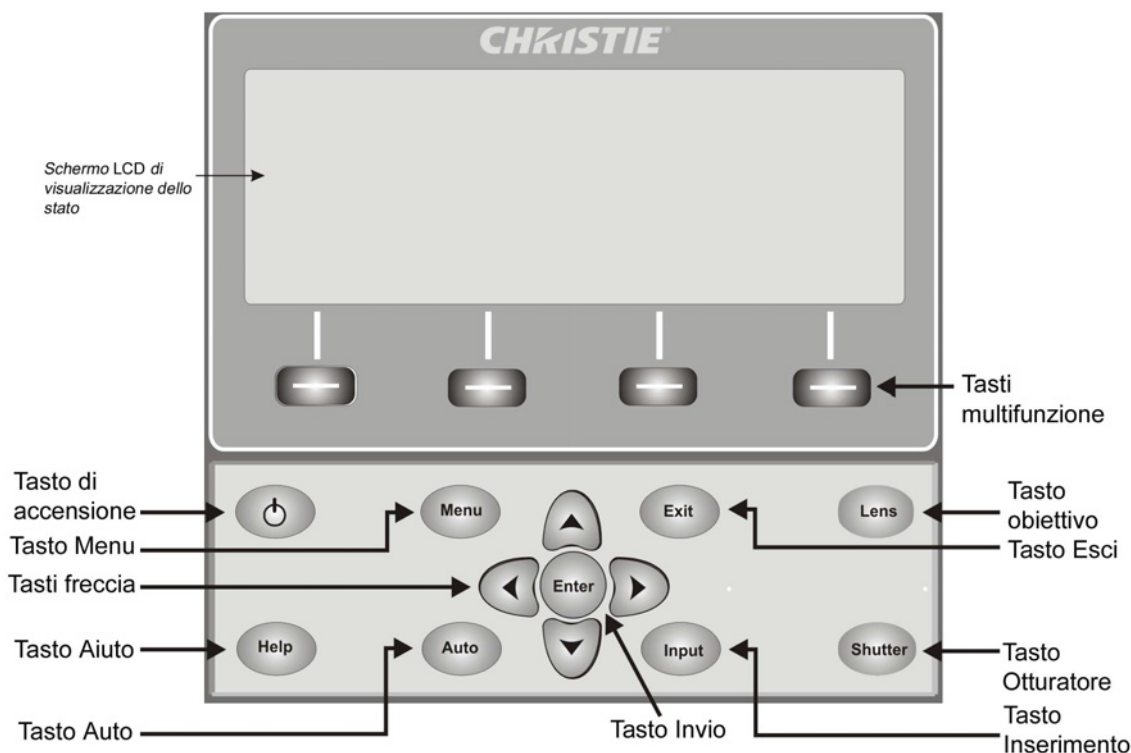

FIGURA 3-2 TASTIERINO INTEGRATO
- **Tastierino integrato:** posto a lato del proiettore; vedere la **Figura 3-2**.